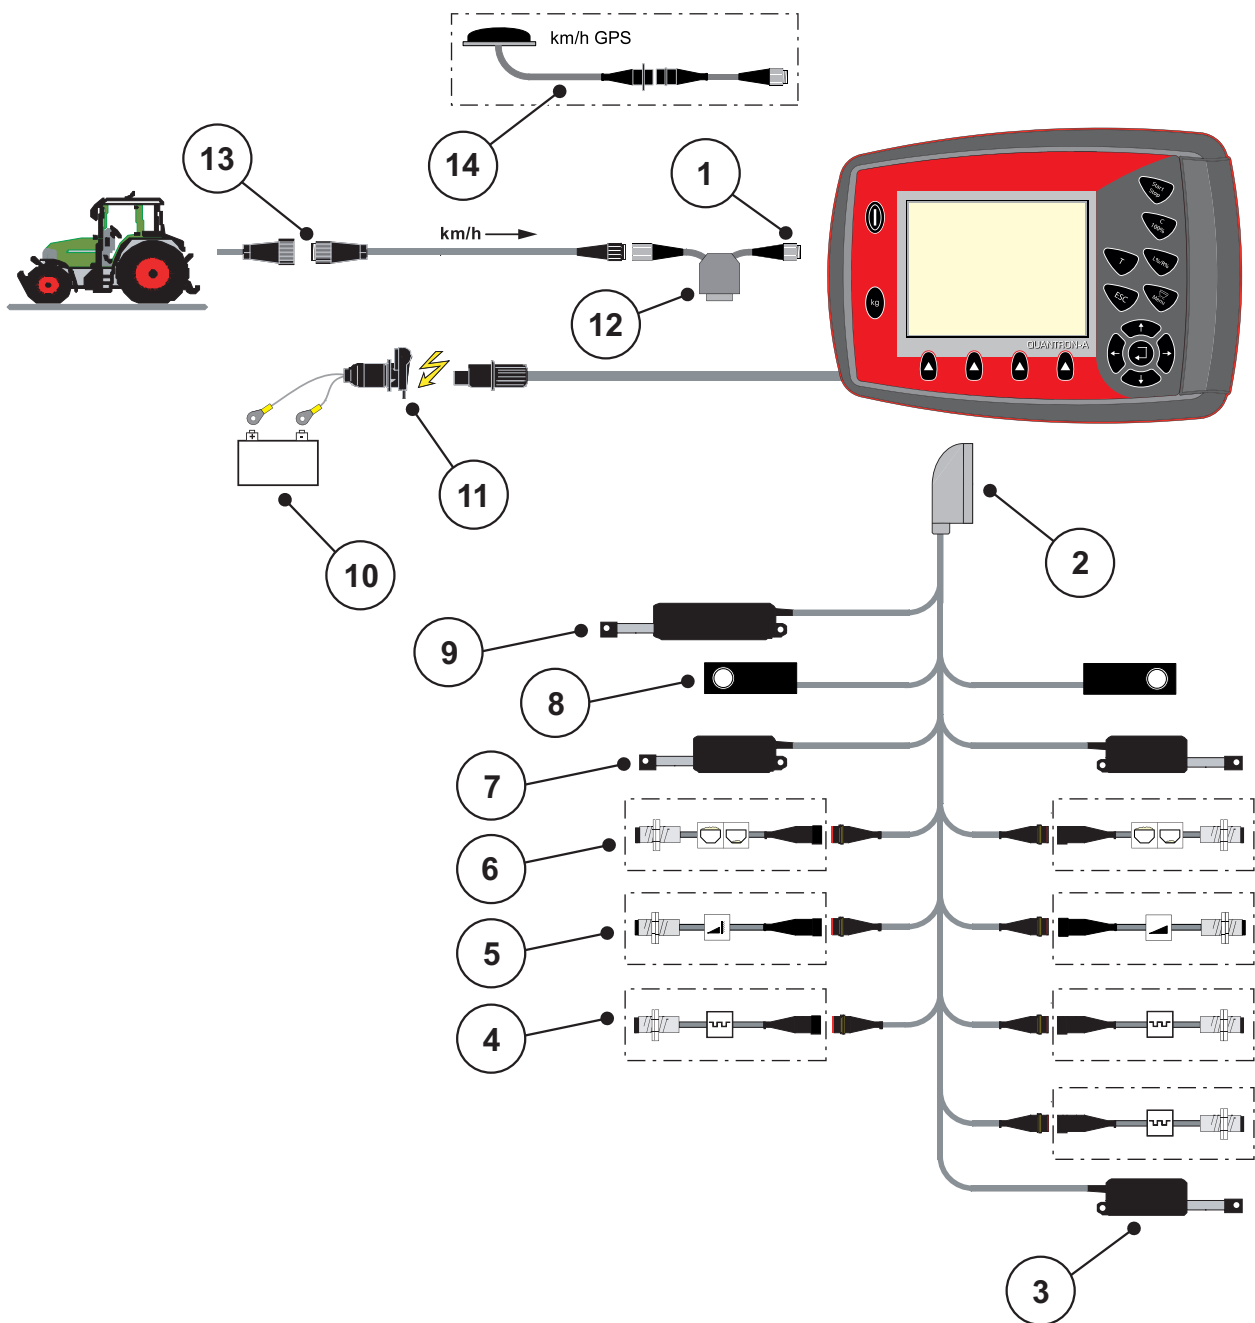
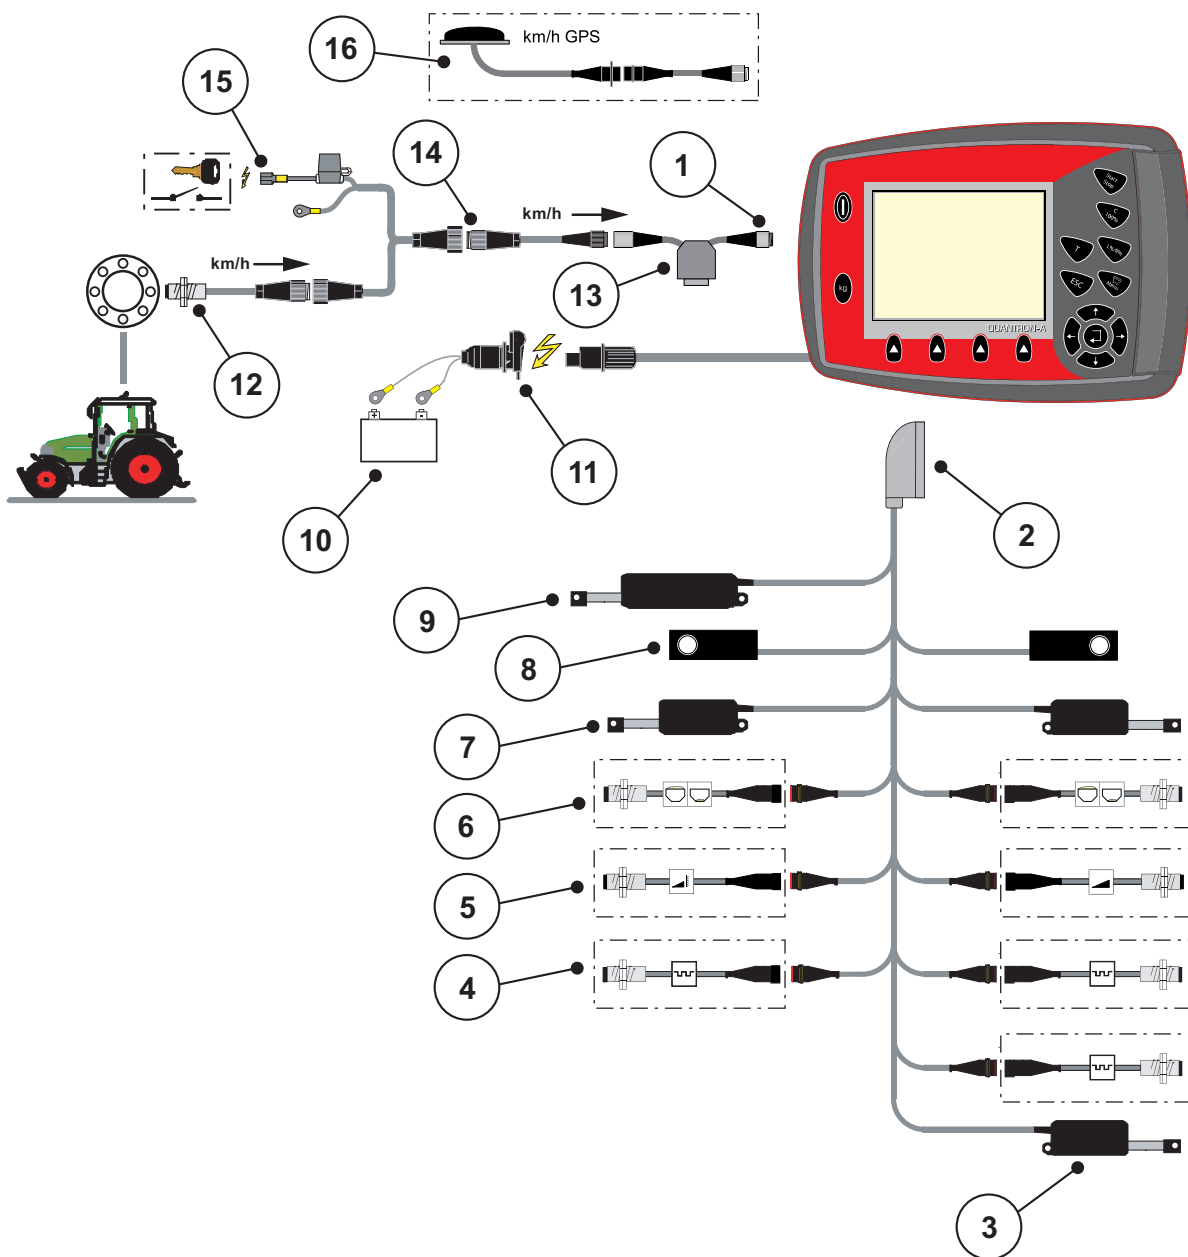

Bild 3.3: Schematisk anslutningsöversikt QUANTRON-A
Bild 3.5: Schematisk anslutningsöversikt QUANTRON-A
- Anslut manöverenheten till det 7-poliga uttaget eller till körhastighetssensorn (beroende på utrustning, se bild 3.3 till bild 3.5)